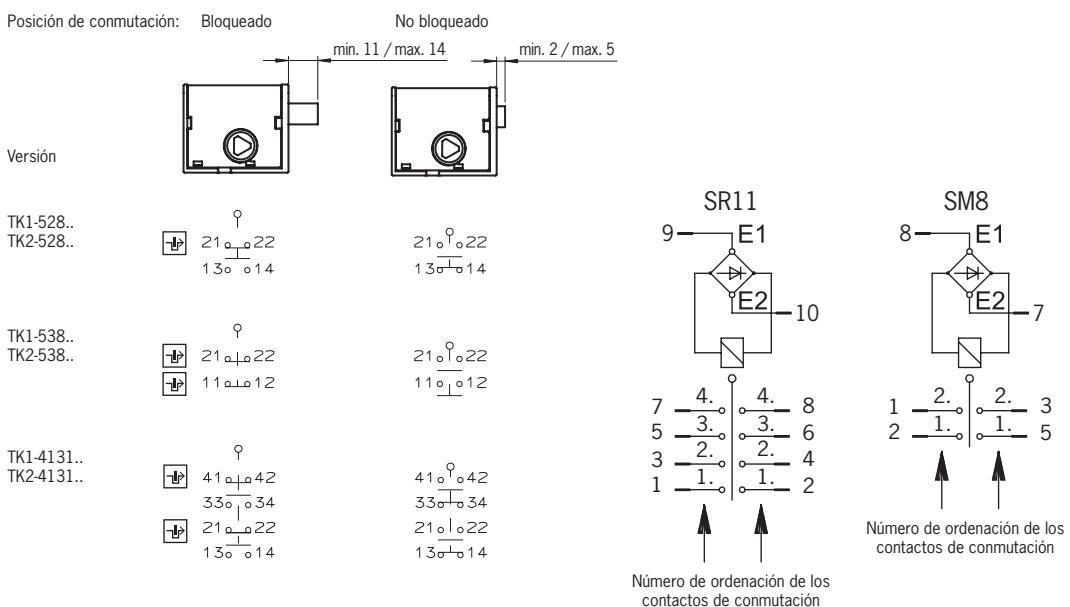

Figura 2: Elementos interruptores y funciones de conmutación
3. Apriete las conexiones y bornes con 0,5 Nm (para la asignación de contactos, consulte la Figura 2).